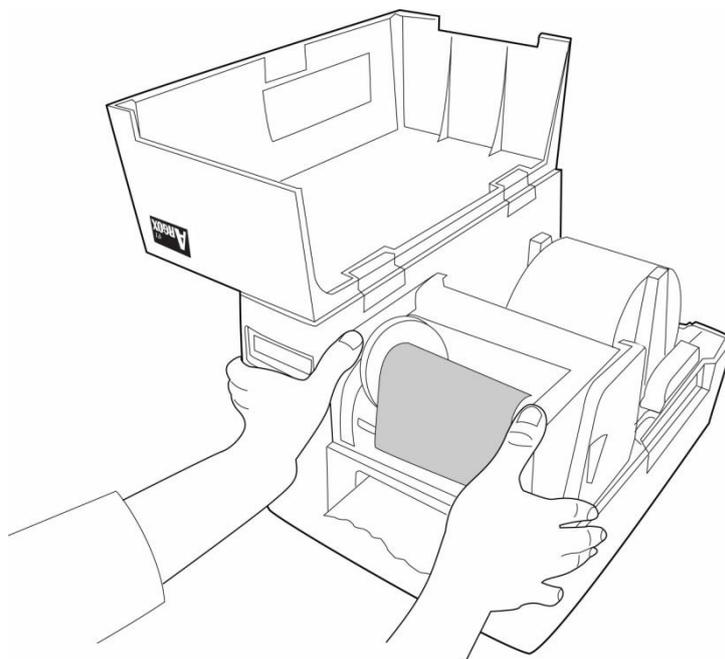

Figura 13
76. Cierre el módulo del cabezal de impresión y luego presiónelo firmemente en ambos lados hasta que escuche un chasquido. (Figura 13)